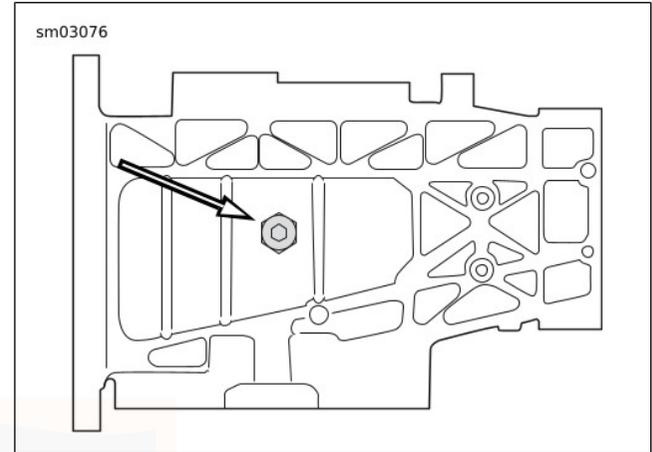

Figura 45. Tapón de drenaje de la transmisión (vista inferior)
2. Vea la Figura 45. Quite el tapón de drenaje de la transmisión. Drene la transmisión.